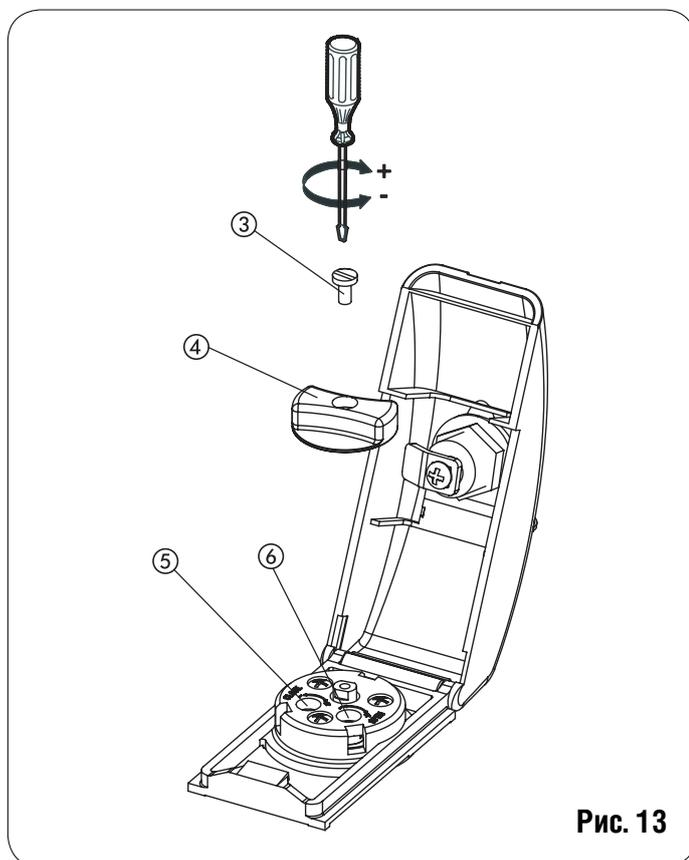

Рис. 13
- Поднимите крышку (Рис. 13).
- Выкрутите винт (Рис. 13, сноска 3), удерживающий рукоятку, и вытащите рукоятку (Рис. 13, сноска 4).
- Подкрутите винты регулировки усилия привода (Рис. 13, сноска 5 и 6).
- По окончании регулировки установите рукоятку на место (Рис. 13, сноска 4) и закрутите винт (Рис. 13, сноска 3).